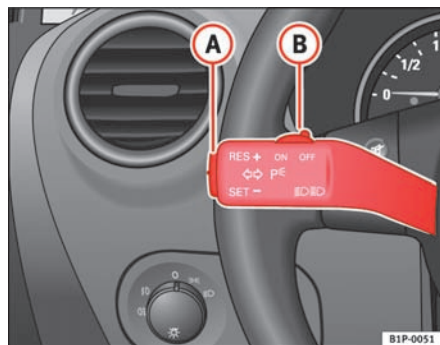

Fig. 123 Blink- og fjernlysarm: kontakt og vippeknop til fartpilot
- Skub kontakten ⇒ fig. 123 **(B)** mod venstre i stilling **ON**.